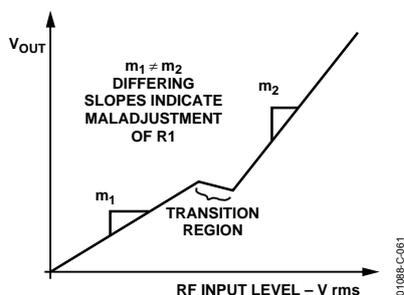

図 61.傾きの調整
3. 伝達関数の傾きが変化領域の両側で一致するように R1 を設定します。この作業は、変化領域の両側間で傾きの一致度を知るために伝達関数全体のプロット(両軸でリニア電圧スケールを使用)を作成することにより最も能率よく行うことができます(図 61 参照)。注:傾きの差を正確に読み取るために、R3 を調節して伝達関数の大きなずれを除去することが便利です。